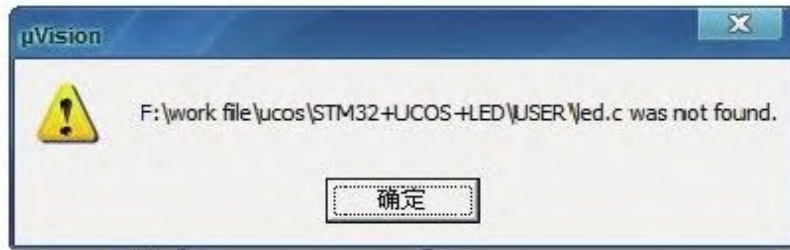

图 27-2 错误提示
12) 打开工程文件, 会发现提示出错, 原因是我们修改了led.h和led.c的路径, 直接点击“确定”就可以了。见图27-2。